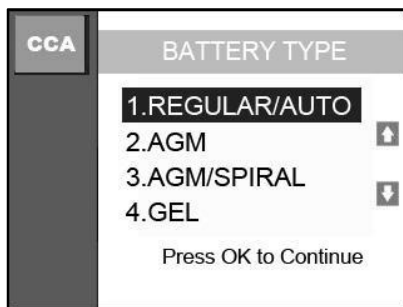

Figura 9.3
- 5) Oprima el botón **OK** para iniciar la prueba. La herramienta mostrará una lista de los tipos de baterías para la selección. (Figura 9.3) Seleccione el tipo de batería y pulse el botón **OK** para continuar.